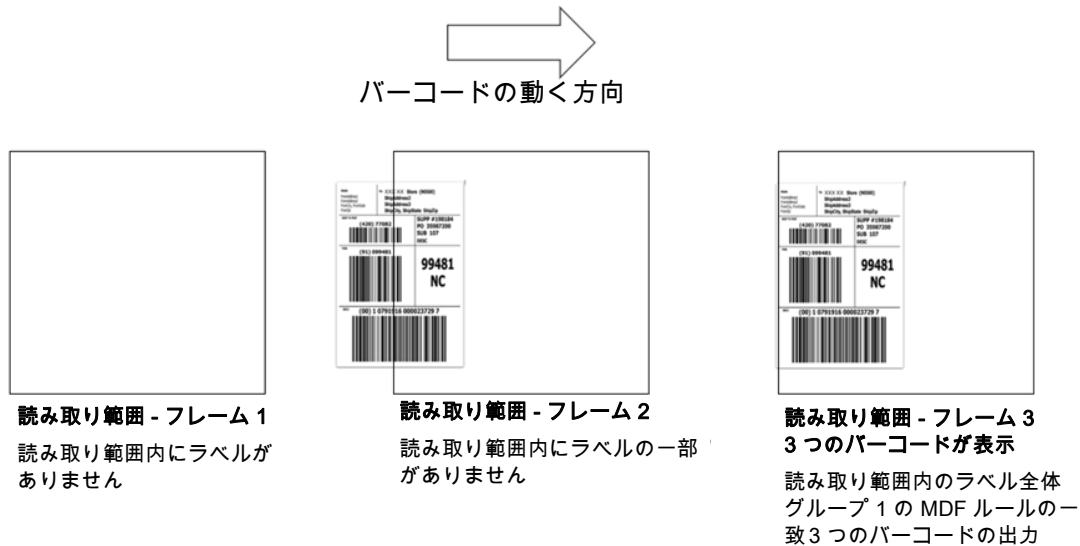

図 16-2 垂直方向のスキャン ラベル
- バーコードを垂直方向にスキャンします (図 16-2 を参照)。